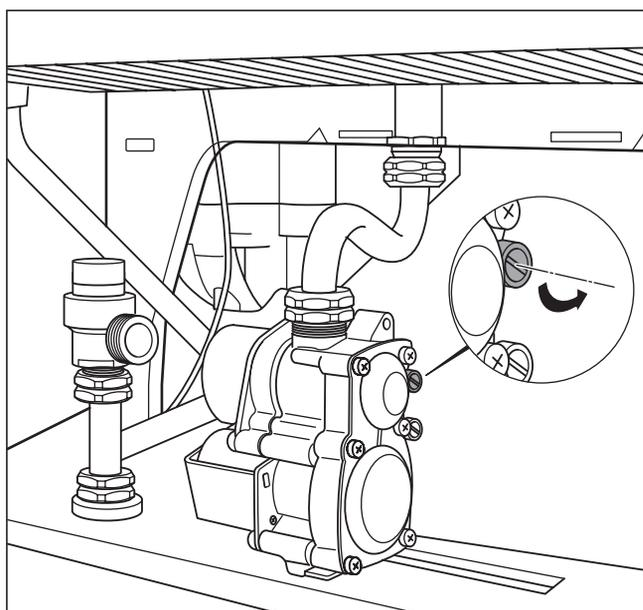

Abb. 6.4 Messstutzen Brennerdruck
- Schrauben Sie die Dichtungsschraube des Brennerdruck-Messstutzens heraus, siehe Abb. 6.4 Messstutzen Brennerdruck.